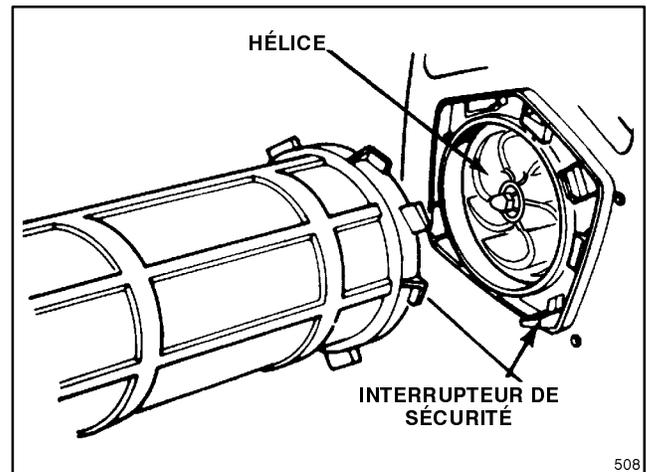

Figure 4
4. Insérer le tube supérieur dans l'admission d'air et le tourner vers la droite jusqu'à ce que les ergots se verrouillent (Fig. 4). Le biseau du tube inférieur doit être dirigé vers le bas.